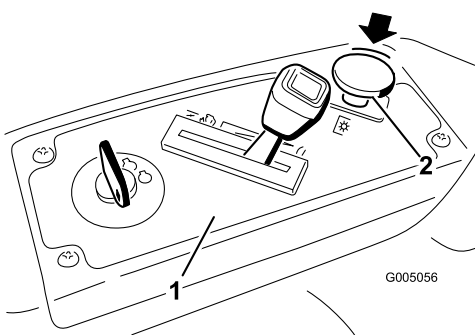

Figure 8
2. Désengagez les lames en plaçant la commande des lames en position Désengagée (Figure 8).